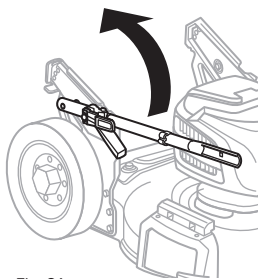

Fig. 2A
1. Mantenga presionada la palanca de ajuste rápido para soltar la manija inferior. Gire suavemente el mango de la posición de plegado a la posición de trabajo. (Fig. 2A, 2B)